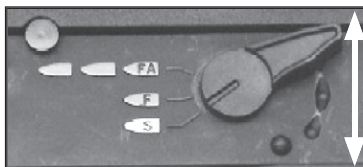

Figura 5: El botón selector en la función de seguridad
Posición de Seguridad (S): La figura 5 muestra el Botón Selector en posición de seguridad. La posición de seguridad bloquea el Gatillo y no deja que la parte electrónica funcione, haciendo que el marcador no pueda trabajar.